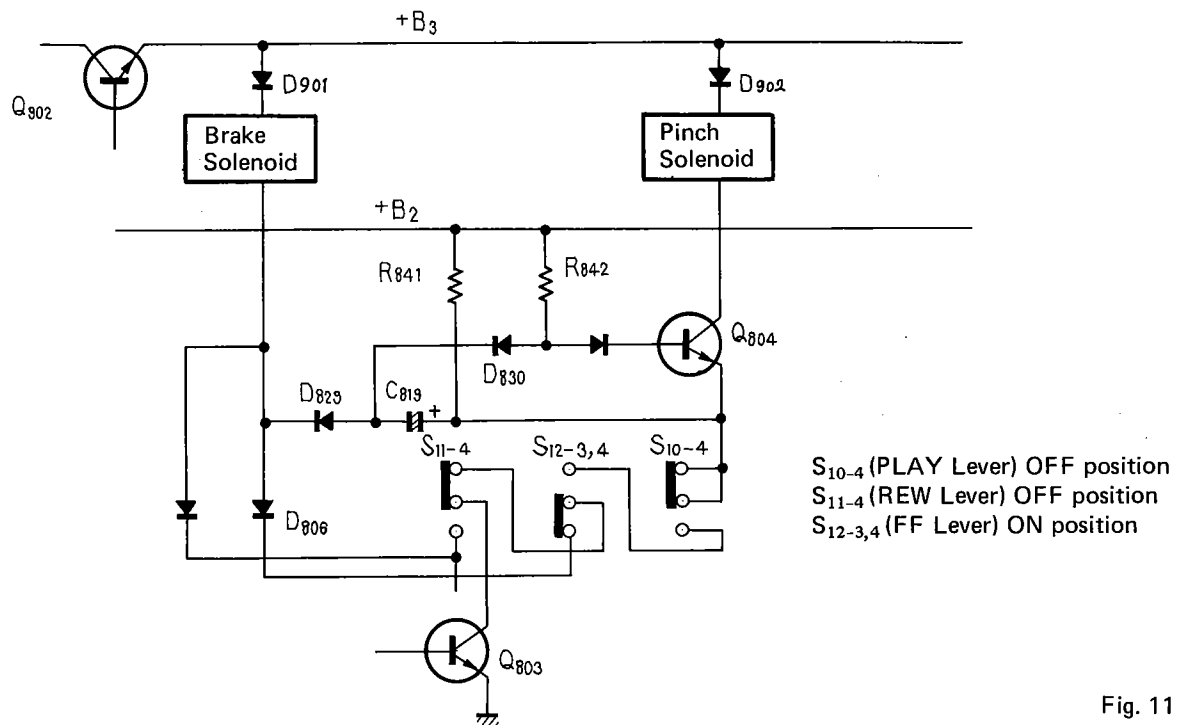

Fig. 11
6.11 PINCH SOLENOID TIMING CIRCUIT (Fig. 11)